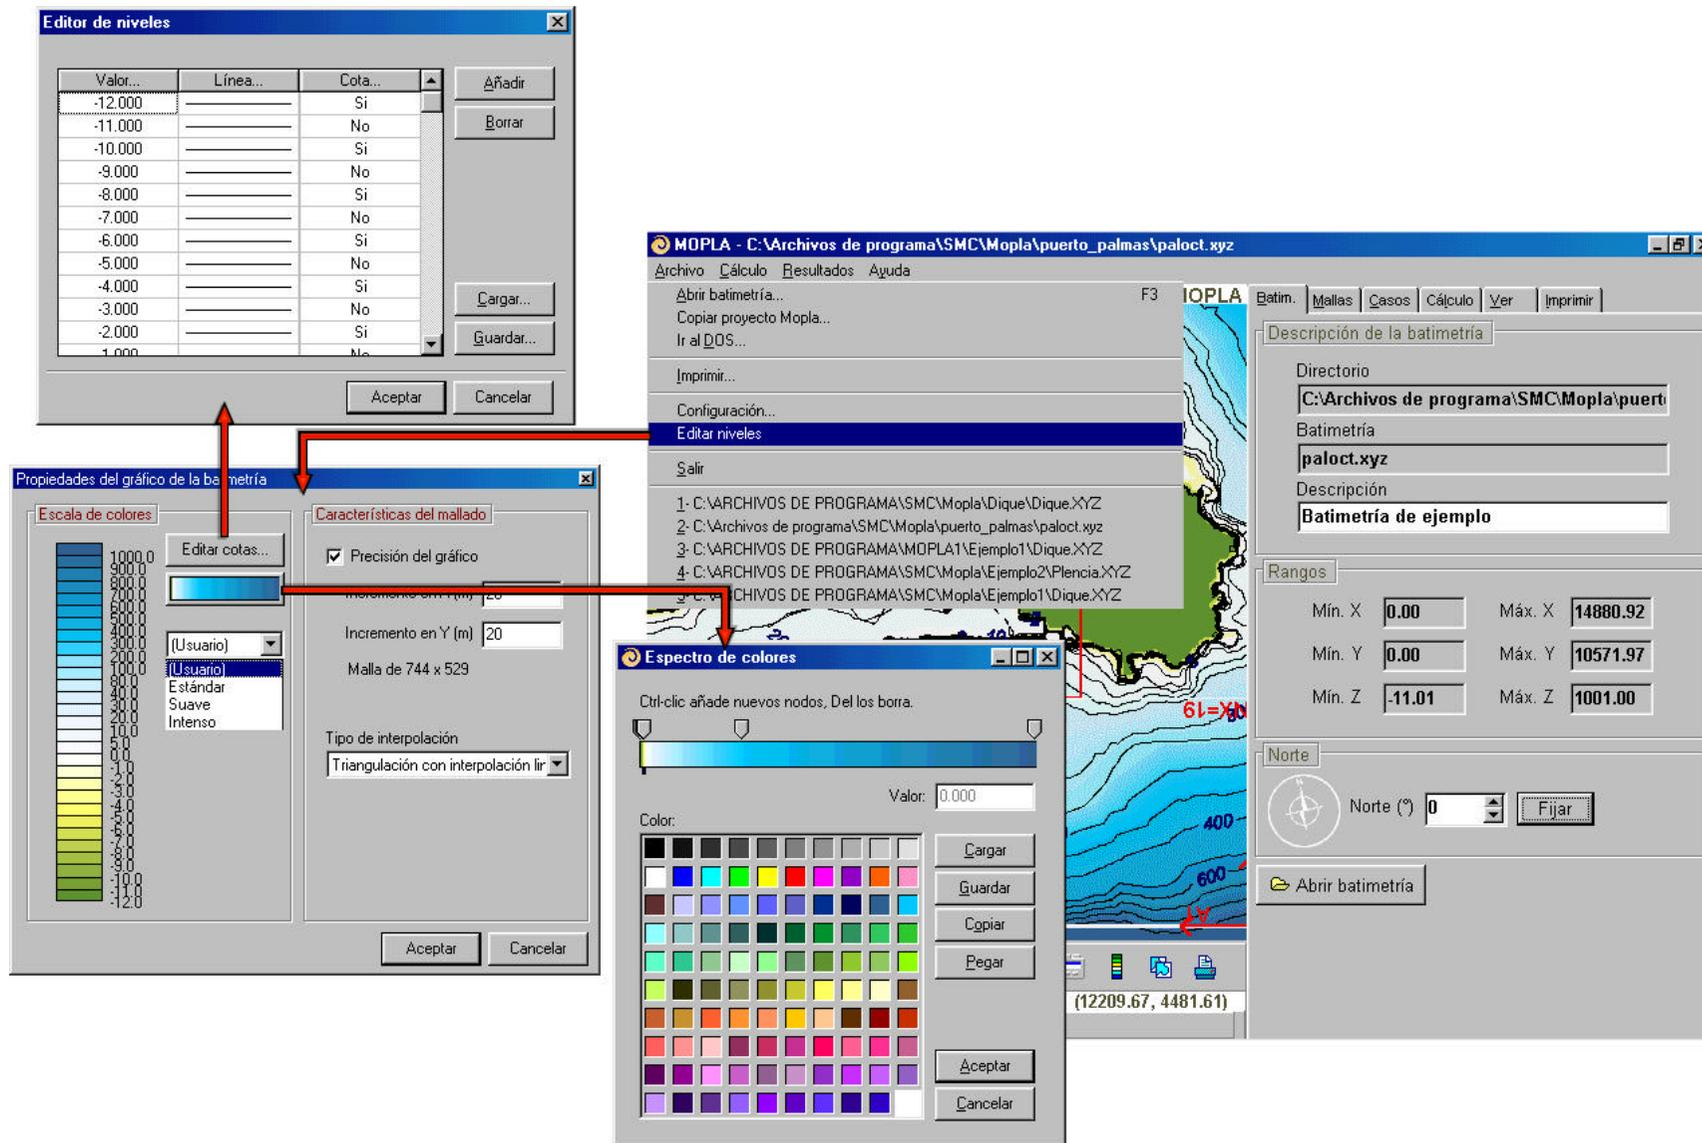

Figura III.4. Diálogo de *Propiedades del gráfico de batimetría*. (Menú de *Archivo|Editor de Niveles*)
- **El botón “Editar cotas...”**, permite el acceso al “Editor de Niveles” (ver la figura III.4). Este botón permite al usuario modificar: los valores de las isolíneas, el color y anchura de las líneas, y si éstas, llevan letrero de la cota o no. Esto se consigue de manera particular, dando doble clic con el ratón sobre una cualquiera de las ventanas; o de forma general, pulsando sobre los títulos de las columnas: “Valor...”, “Línea...” y “Cota...”. Una vez que hemos configurado las isolíneas de niveles, es posible guardarla en disco, y luego cargarla en el mismo **caso** u otro caso de Mopla.